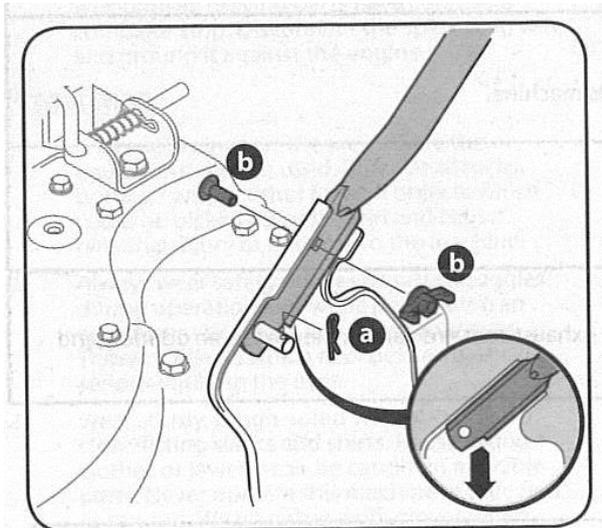

図.6-1
- ハンドル下部の下の穴をハンドルブラケットのピンに合わせ、ヘアピンを上から下に止めます。(図.6-1-a)
- ハンドル下部の上の穴にキャリッジボルトを挿入し、ウイングナットで固定します。(図.6-1-b)